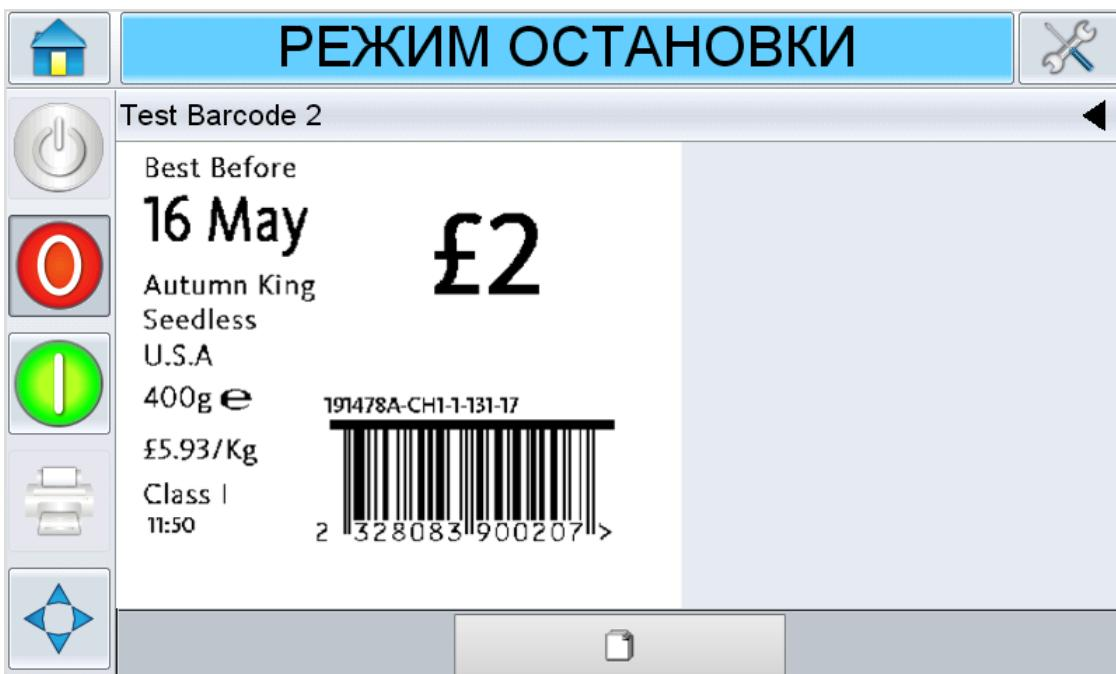

Рисунок 6-2: Страница "Подробная информация о текущем задании"
1. Нажмите на зону текущего задания на печать на главной странице. Это отобразит подробную информацию о данном задании на печать, как показано на Рисунок 6-2.